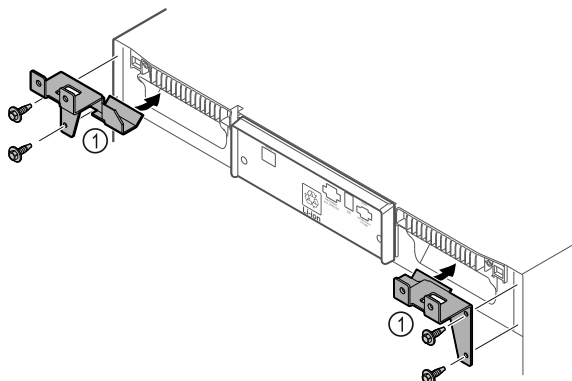

Fig. 11
► Monter holdedeler Fig. 11 (1) med selvskruende skruer på apparatet.